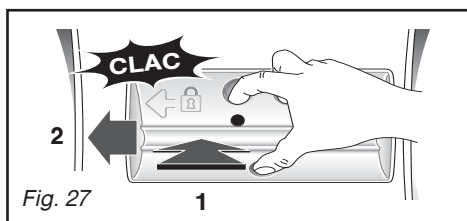

Fig. 27
– remettez la pièce **A** en place en prenant soin de bien la positionner dans les ouvertures au fond du tambour et en la poussant vers la gauche jusqu'à ce qu'elle soit parfaitement encliquetée (Fig. 27).